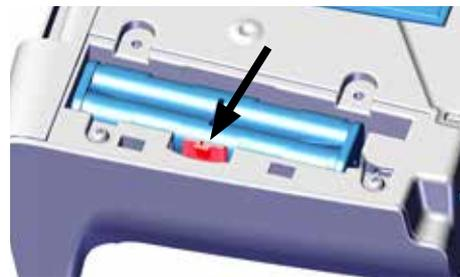

Fig. 2
- ⇒ Premere la clip di fissaggio (Fig. 2) di lato e rimuovere il portabatterie.